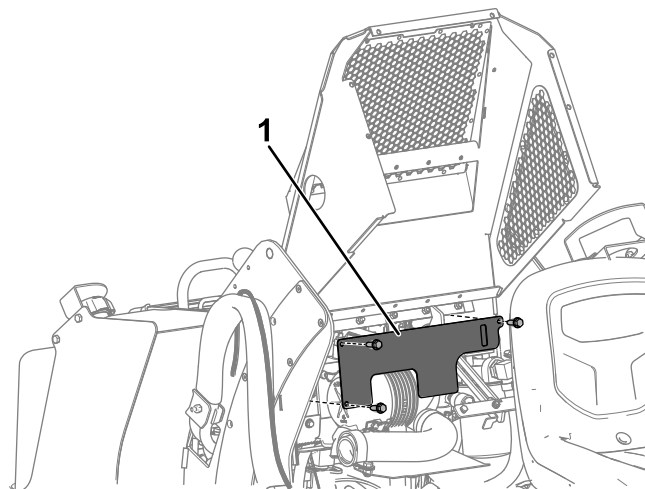

Bild 1
7. Entfernen Sie die Abdeckplatte, indem Sie die drei Befestigungsschrauben entfernen (Bild 1).